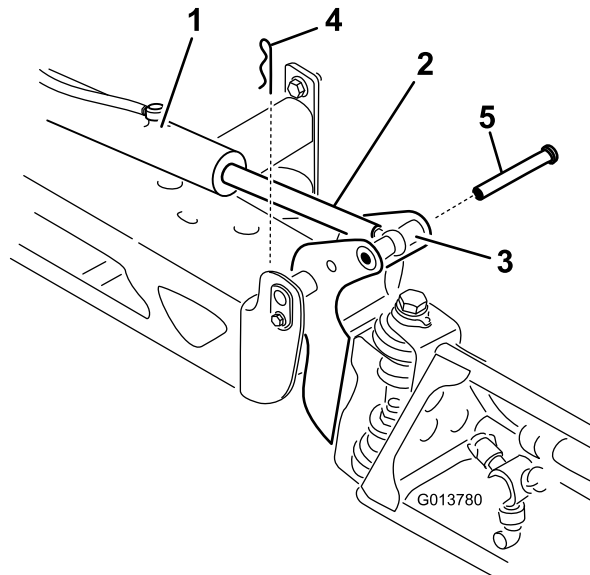

Figura 109
2. Retire la chaveta del pasador de giro (Figura 109).
3. Levante el brazo, retire el pasador (Figura 109), y baje el brazo lentamente al suelo.
9. Sujetando el brazo, introduzca el pasador a través del pivote del brazo y la rótula (Figura 109).